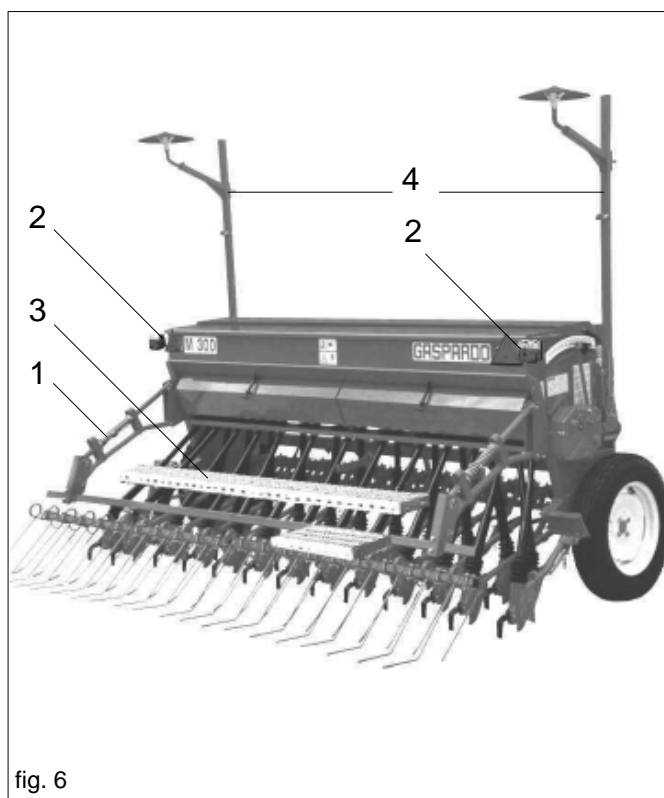

fig. 6
Pour le transport, la herse couvre-graines (1), le groupe de signalisation optique arrière (2), les plans de chargement (3) et les disques qui délimitent les rangées (4) ne sont pas montés. Avant d'utiliser le semoir, les installer (cf. Fig. 6) selon les schémas joints à la machine.